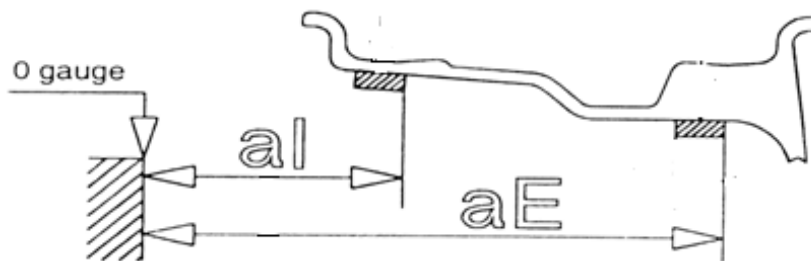

Рисунок 10-3
- 10.5.4. Медленно вращайте колесо, пока на дисплее в окне положения груза на внешней стороне не загорятся все индикаторы и появится сообщение «OK», Закрепите балансировочный груз в положении 12-часов на внешней части диска (Рисунок 10-3)